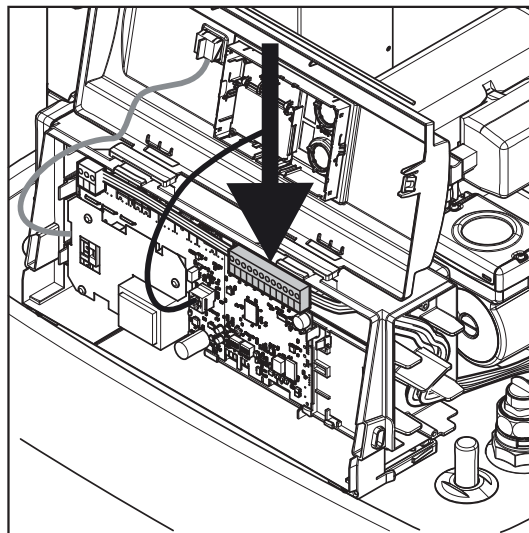

Figura 4-29 Insertar conector del sensor J8 en la pletina del panel de conexiones
- Enchufar todos los conectores en la pletina del panel de conexiones (figura 4-29).